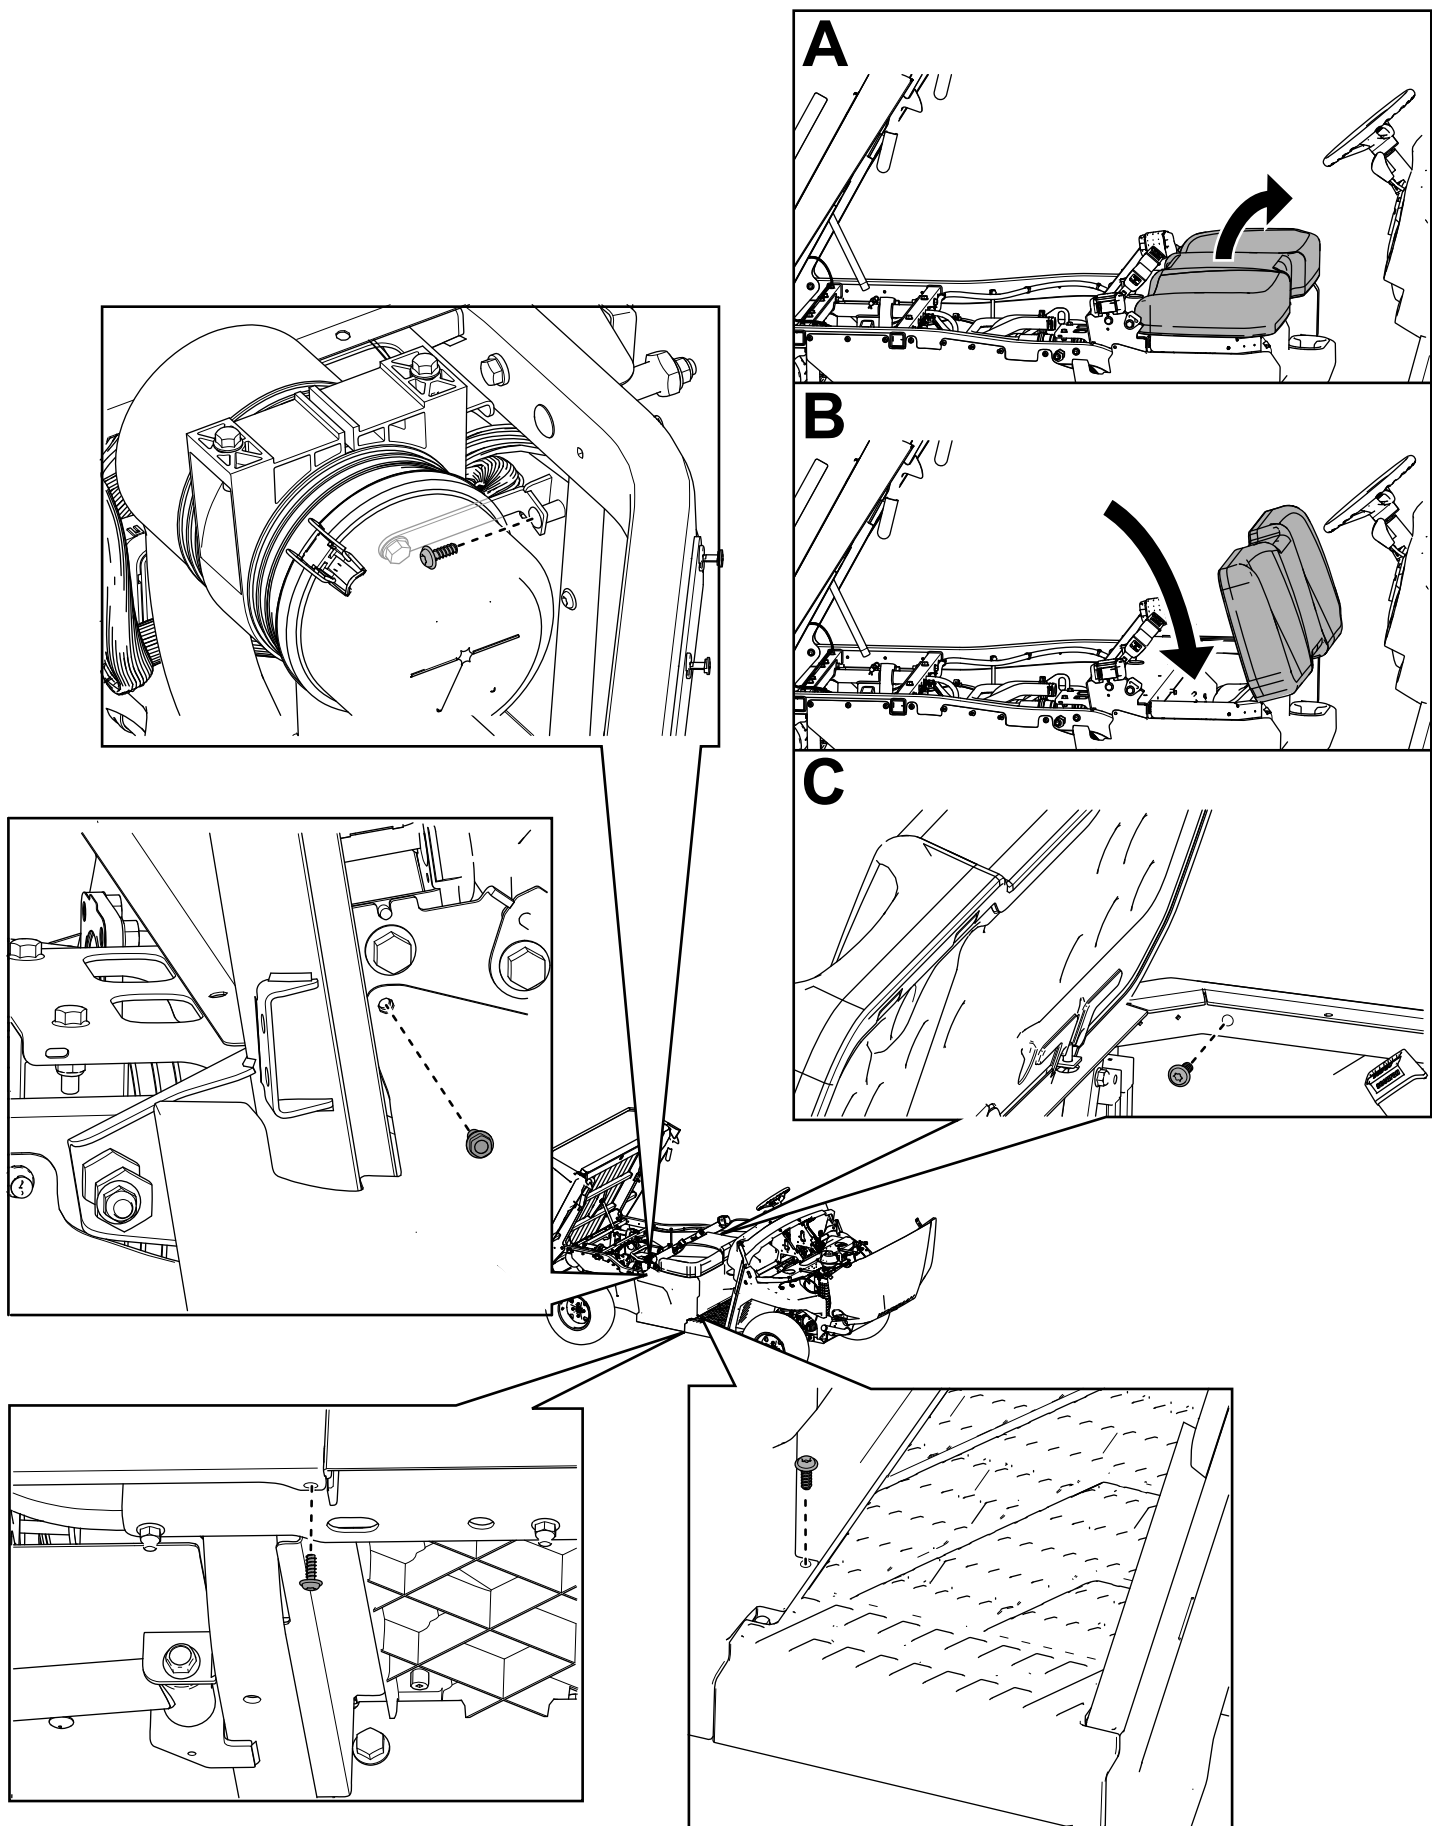

Figure 28
23. Fixez les panneaux droit et gauche de la base du siège à l'aide des boulons à tête hexagonale à embase ($\frac{1}{4}$ " x $\frac{3}{4}$ ") retirés précédemment, comme montré à la Figure 28.